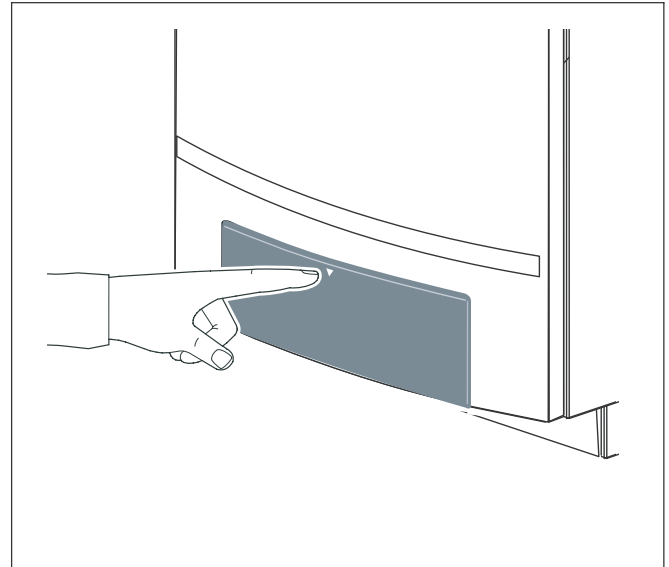

Fig. 2 Aprire il pannello di servizio
La caldaia è dotata di un'unità di servizio, il regolatore di base BC10 (fig. 2). Con cui è possibile comandare l'impianto di riscaldamento.
- Aprire il pannello di servizio premendolo (fig. 2).